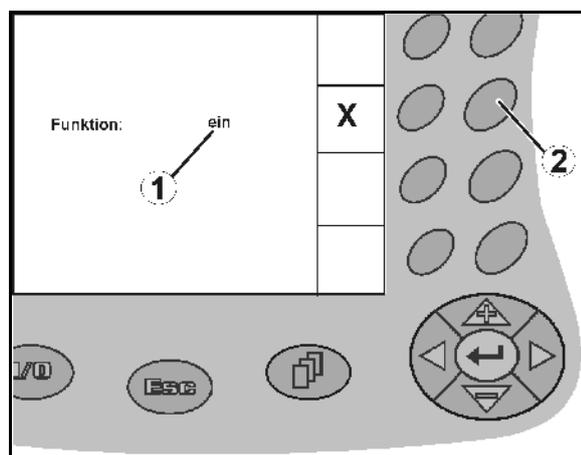

Fig. 15
- Funktionstaste (Fig. 15/2) einmal betätigen
- Funktion **ein** (Fig. 15/1).